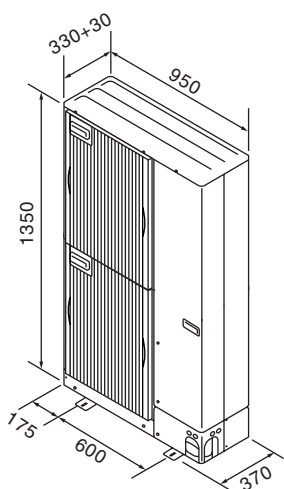

Fig. 2-1
2.3. Dimensões globais (Unidade exterior) (Fig. 2-1)